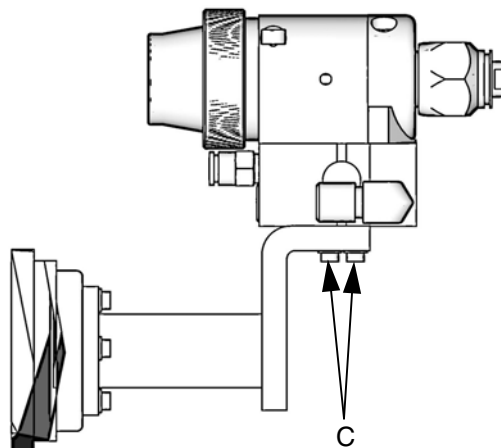

FIG. 4: Montaggio supporto fisso
Per montare la pistola su un supporto fisso (vedere FIG. 4 e **Disposizione dei fori di montaggio**, a pagina 28):
3. Installare una valvola di arresto dell'aria del tipo a spurgo su ciascuna linea di alimentazione del cilindro aria della pistola a valle del regolatore aria per arrestare l'arrivo d'aria al cilindro della pistola. Collegare la linea di alimentazione aria all'ingresso aria del cilindro della pistola (C). Vedere Fig. 4.